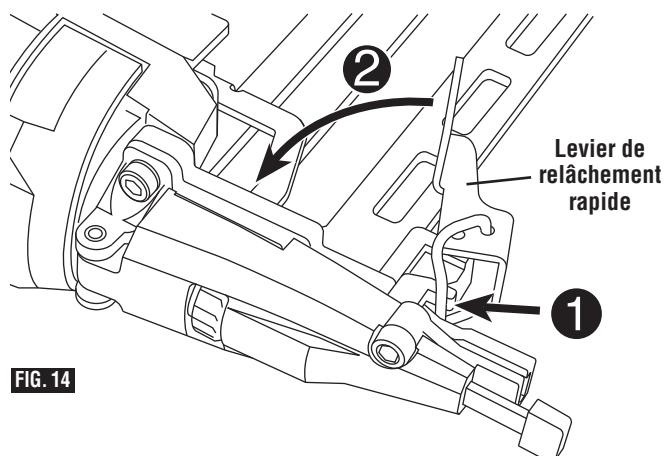

FIG. 14
4. Appuyez sur le levier de relâchement rapide pour le mettre dans sa position ouverte, et faites-le pivoter en direction du bec de l'outil pour l'ouvrir ; voir figure 14.